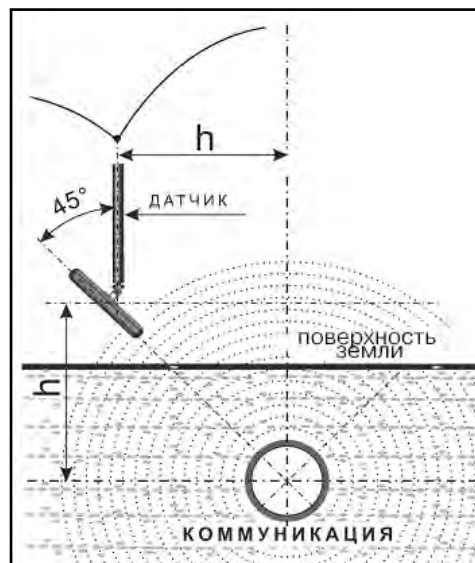

Рис.8.1
2. При положении датчика ЭМД перпендикулярно трассе и под углом 45° к поверхности земли минимум сигнала наблюдается на удалении от точки «над трассой», равно глубине залегания коммуникации, когда ось антенны пересекает ось трассы. Это - косвенный метод измерения глубины залегания коммуникации (рис.8.1).